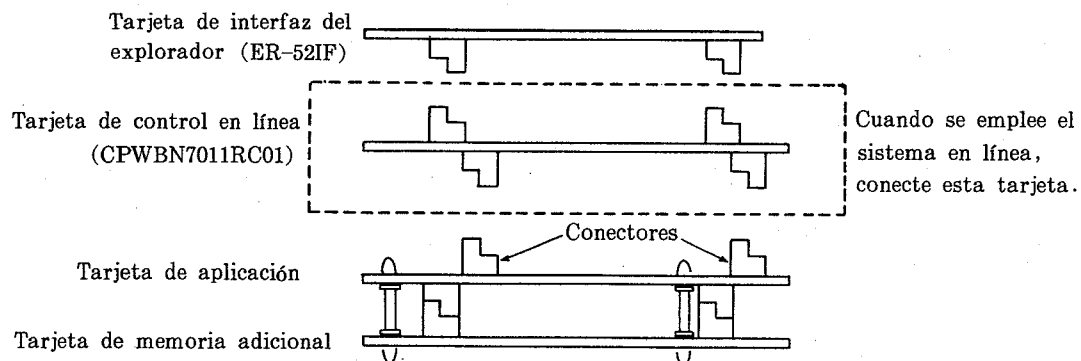

Figura 54
- (1) Desenchufe la ER-6750 por razones de seguridad.
- (2) Extraiga la cubierta posterior. (Vea la página 167.)
- (3) Conecte la tarjeta de interfaz del explorador (ER-52IF) en la tarjeta de aplicación.
- (NOTA) Cuando se emplee el sistema en línea, primero conecte la tarjeta de control en línea (CPWBN7011RC01) a la tarjeta de aplicación, luego conecte la tarjeta de interfaz del explorador en la tarjeta de control en línea. (Vea la figura 54.)